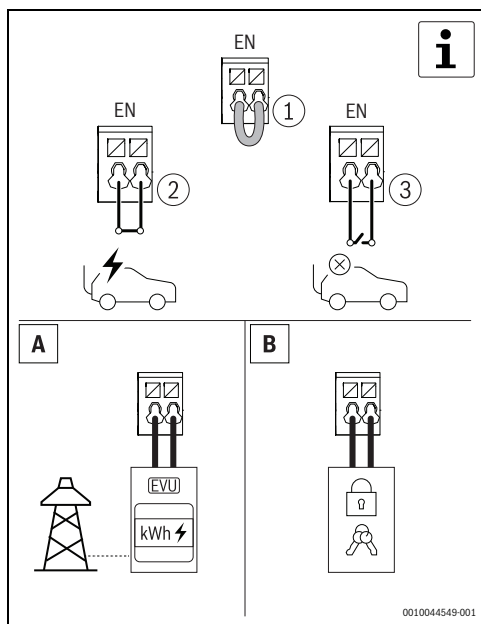

Fig. 167 Entrada digital opcional
- ▶ Desbloquear el Power Charge 7000i con la tarjeta RFID, la app o mediante el dispositivo externo de bloqueo. Este paso es opcional (→ fig. 167 y 6.1.5, página 159).